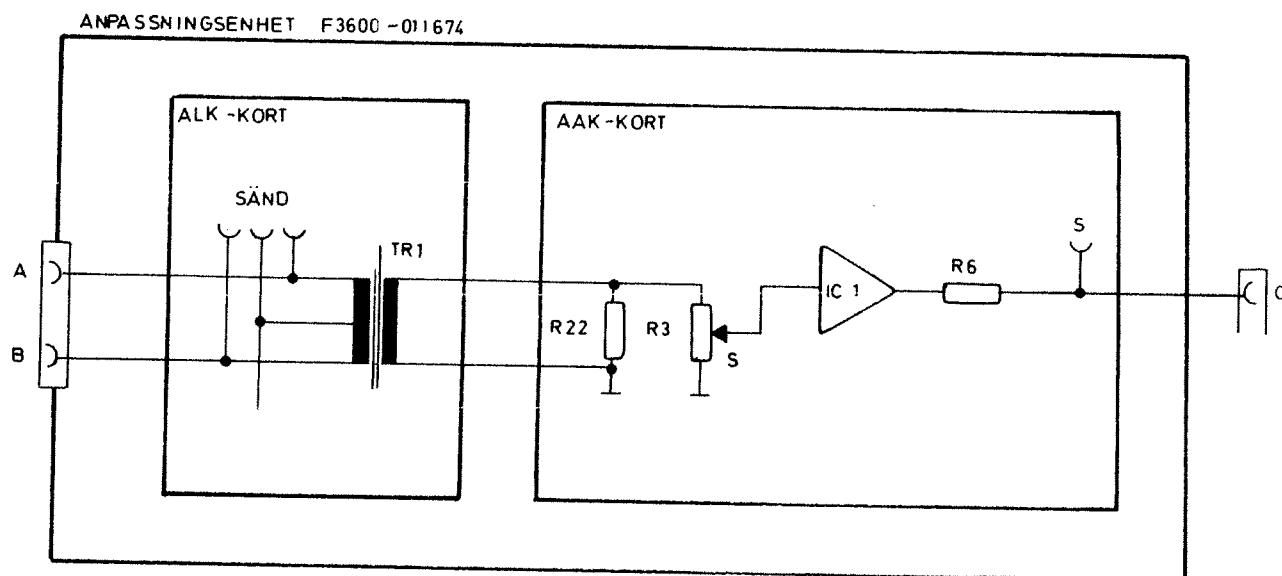

Bild 33
- Anslut LF-generatorn och URI-metern till anpassningsenhetens mätuttag SÄND för aktuell kanal på ALK-kortet, se bild 33.